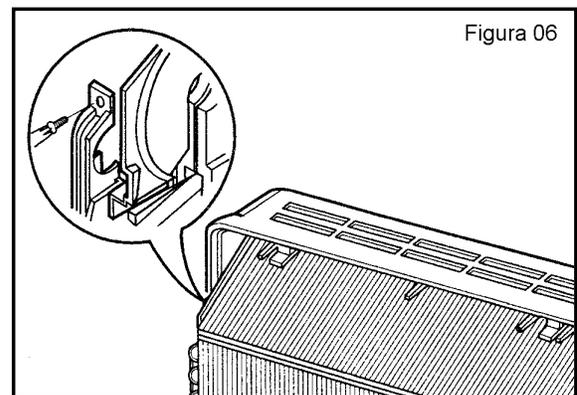

Figura 06
- Retire os parafusos que prendem o suporte do Evaporador do lado direito e do lado esquerdo, figura 06;